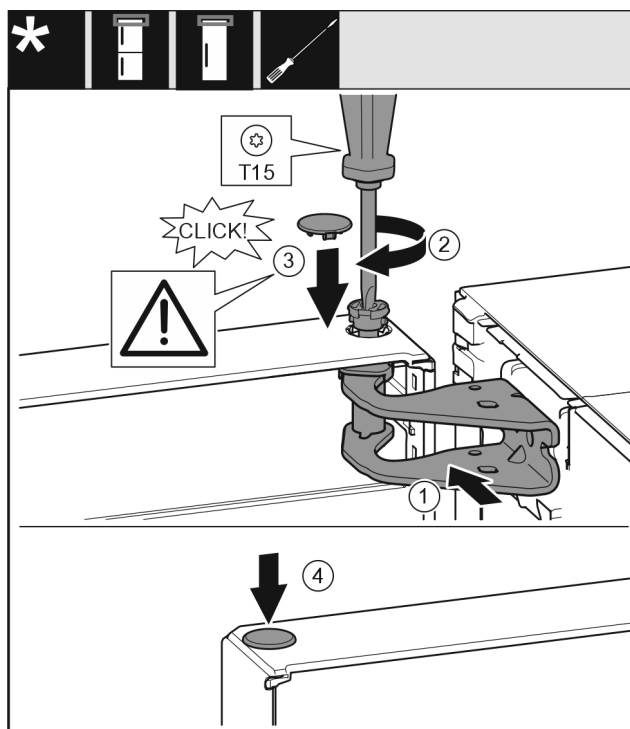

Fig. 20
- Poravnajte gornja vrata prema otvoru u podlošku ležaja. Fig. 20 (1)
- Umetnite svornjak Fig. 20 (2) i pritegnite ga odvijačem.
- Montirajte sigurnosni pokrov Fig. 20 (3) radi osiguravanja vrata: Umetnite sigurnosni poklopac i provjerite naliježe li na vrata. U suprotnom potpuno umetnite svornjake.
- Umetnite čep Fig. 20 (4).